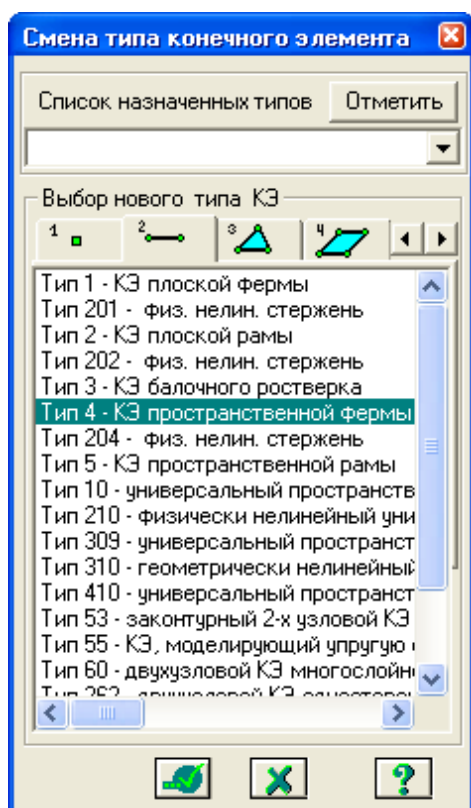

Рис.12.12. Диалоговое окно **Смена типа конечного элемента**
- С помощью меню **Схема** ⇒ **Корректировка** ⇒ **Смена типа конечного элемента** (кнопка  на панели инструментов) вызовите диалоговое окно **Смена типа конечного элемента** (рис.12.12).